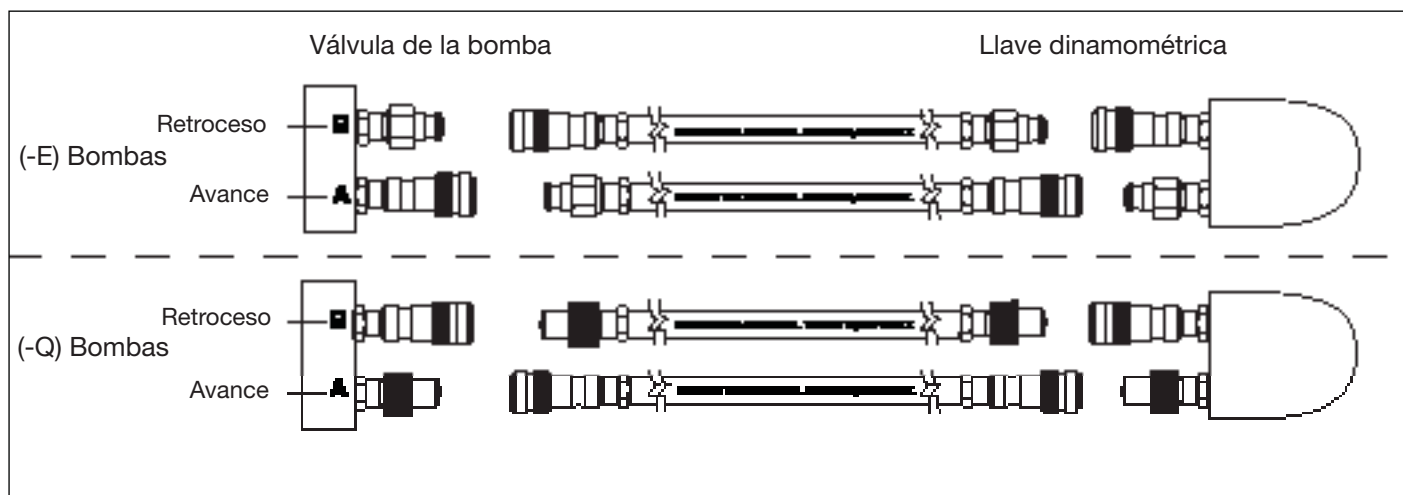

Figura 5, Detalles de la manguera
Conectar las mangueras como se indica en la figura 5.
2. (-Q) Tipo de bomba para las llaves dinamométricas S y W de Enerpac y de otras marcas comerciales: Usar mangueras “Enerpac serie THQ-700 - 700 bar/10,000 psi máx.” Los acopladores se deben polarizar según la figura 5 para lograr un correcto funcionamiento de la llave. Garantizar que los acopladores estén completamente colocados y ajustados antes de su funcionamiento. Un ajuste parcial de los acopladores no permitirá un funcionamiento adecuado de la llave.